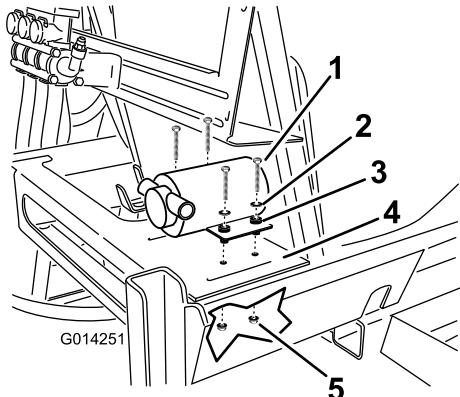

Figure 19
- Fixez la pompe de rinçage au cadre de la cuve sur la plate-forme, sur le côté arrière droit de la cuve principale, comme montré à la Figure 19.
- Fixez la pompe du réservoir de rinçage au cadre au moyen de 4 boulons, 4 rondelles et 4 contre-écrous (Figure 19).